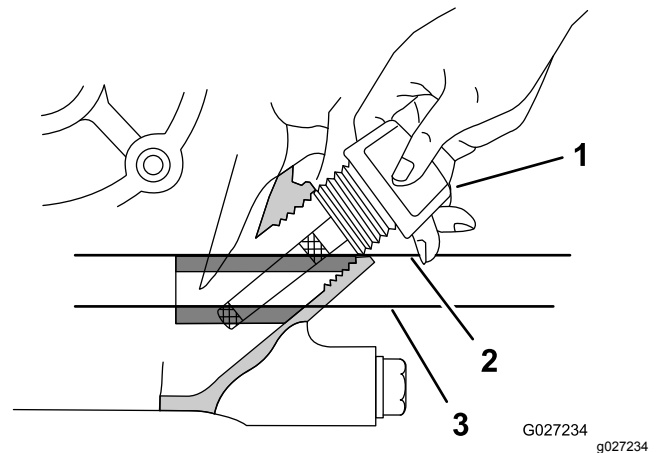

Figura 14
5. Insira a vareta do motor como se mostra na Figura 14.
6. Retire a vareta do tubo de enchimento e observe o nível do óleo na vareta (Figura 14).
Nota: O nível do óleo tem de cobrir entre as áreas marcadas na vareta (Figura 14)
8. Aperte à mão a vareta no tubo de enchimento (Figura 14).
4. Retire a vareta do motor e limpe-a com um pano limpo (Figura 14).